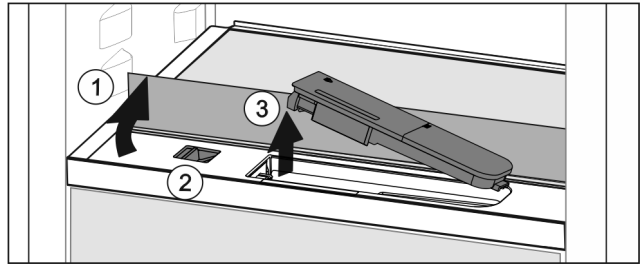

Fig. 46
- ▶ Поднять стеклянную панель и откинуть до упора назад Fig. 46 (1).
- ▶ Сдвиньте ползунок Fig. 46 (2) влево.
- ▶ Вынуть бак для воды Fig. 46 (3).